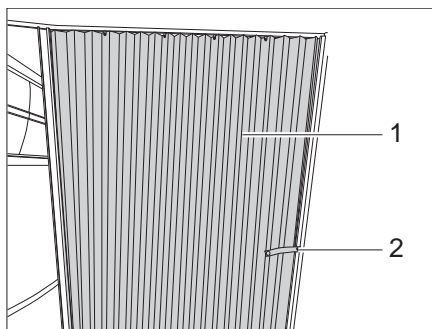

Bild 150 Förhänge
Stäng förhänget: ■ Lossa säkerhetsbandet (Bild 150,2).
■ Dra förhänget (Bild 150,1) till stängt läge.
Öppna förhänget: ■ Dra förhänget (Bild 150,1) till öppet läge.
■ Fäst förhänget med säkerhetsbandet (Bild 150,2).